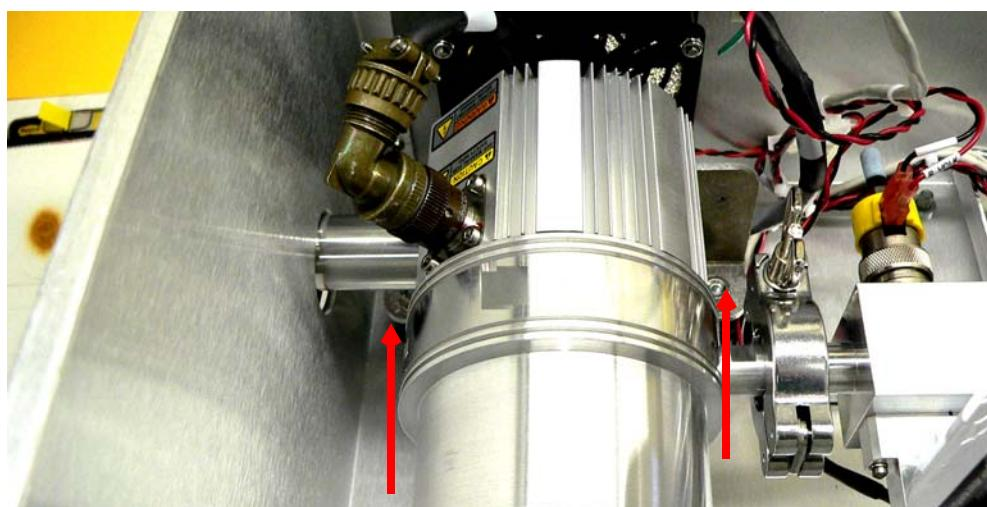

图 B-6 泵脚螺母
7. 使用 10 毫米螺母松紧器拆下固定支脚的两个螺母（图 B-6）。
13. 使用 10 毫米螺母松紧器重新重新固定支脚的两个螺母。(第 B-5 “页图 B-6”).